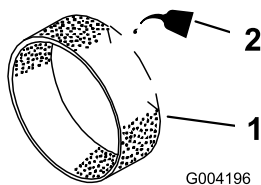

Bild 41
- Tragen Sie 3 ml bis 6 cl des Öls auf den Vorfilter auf (Bild 41).